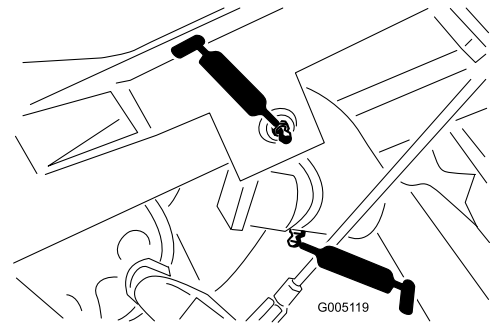

Figura 40
- Perno del braccio di sollevamento (3) e cerniera di articolazione (3) (Figura 40)